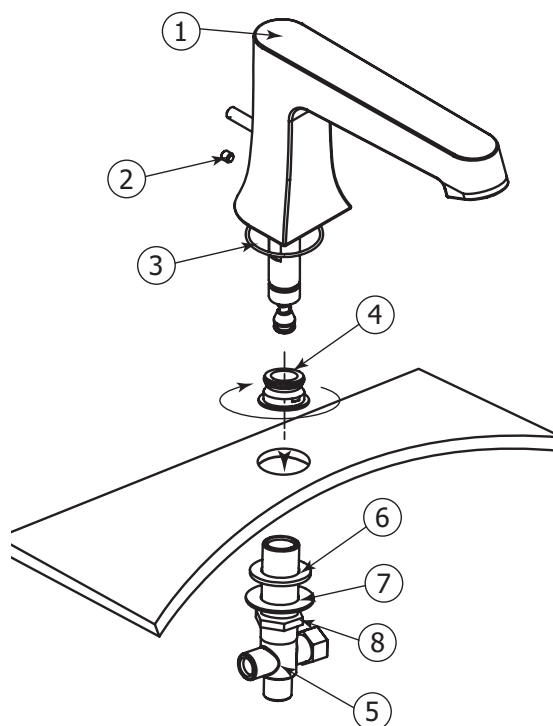

Fig.3
Insert the shank body through the hole from underneath the deck and tighten with nut (4) from the top (Fig.3). If needed, also tighten bottom nut (8) with metal (7) and rubber (6) washer from beneath the deck.
Dévisser l'écrou de retenue (4) du haut du raccord (5). Ensuite, insérer le raccord par en dessous de la surface et remettre l'écrou de retenue (4) par le haut. S'assurer de fixer le raccord fermement (Fig.3). Au besoin, serrer également l'écrou du bas (8) avec les rondelles en caoutchouc (6) et en métal (7).